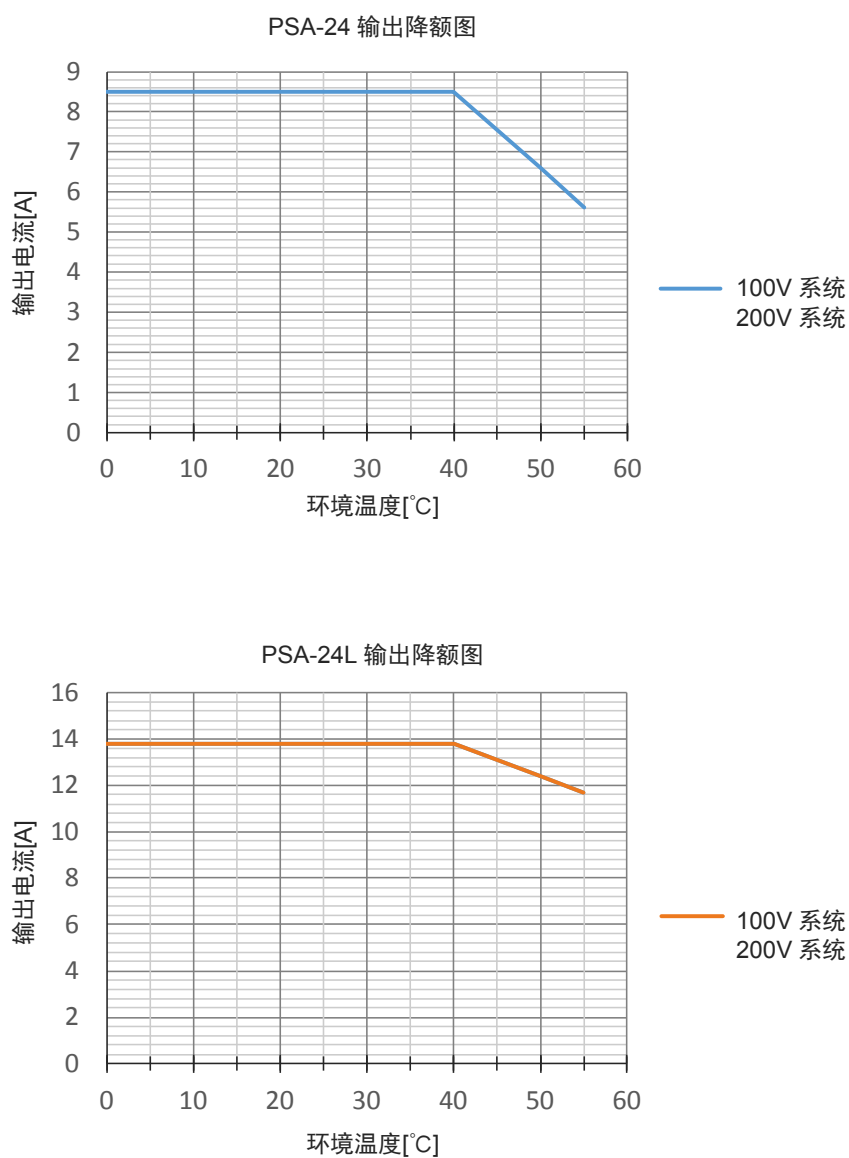

图 2.1.1 相对于环境温度的降额
- 平均电流处在由输出降额确定的连续额定电流值 I_0 以内(有关降额, 请参照图 2.1.1)